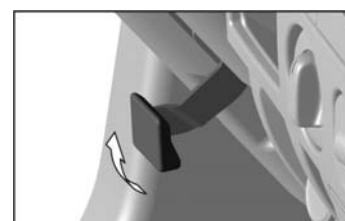

Рис. 5.9. Рукоятка механизма фиксации рулевой колонки
**29 – рукоятка механизма фиксации колонки рулевого управления** (рис. 5.9). При повороте рукоятки на себя происходит ослабление фиксации рулевой колонки, после чего рулевое колесо можно установить в удобное для водителя положение. Фиксация рулевого колеса в этом положении происходит при повороте рукоятки до упора в противоположном направлении.